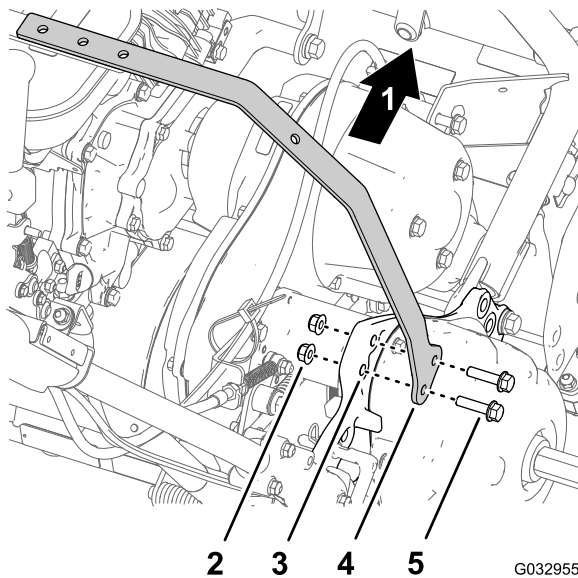

Bild 5
3. Fluchten Sie die zwei Löcher im rechten Lampenleistenriemen mit den zwei Löchern (9,5 mm) in der rechten Seitenplatte aus (Bild 5).
4. Befestigen Sie den rechten Lampenleistenriemen mit den zwei Bundkopfschrauben (3/8" x 1-1/4") und zwei Sicherungsbundmuttern (3/8") an der rechten Seitenplatte (Bild 5).